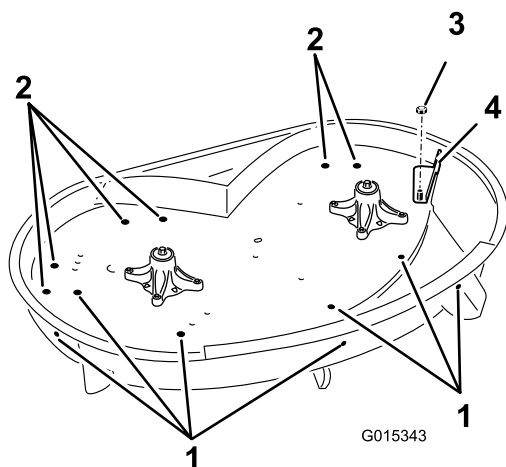

Figure 1
5. Localisez les trous illustrés à la Figure 1 et procédez comme suit :
6. Retirez le contre-écrou (3/8 pouce) qui fixe la tige de maintien de l'éjecteur au plateau de coupe (Figure 1). Conservez-le pour un usage ultérieur.
7. Si le déflecteur d'ouverture est monté sur le plateau, déposez-le avant de monter le kit Recycler (Figure 1). Conservez le déflecteur d'ouverture afin de pouvoir repasser à l'éjection latérale.